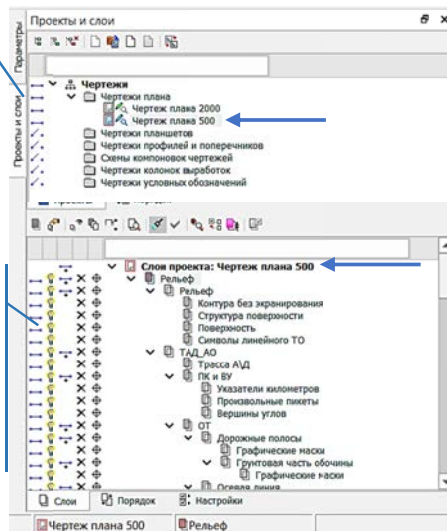
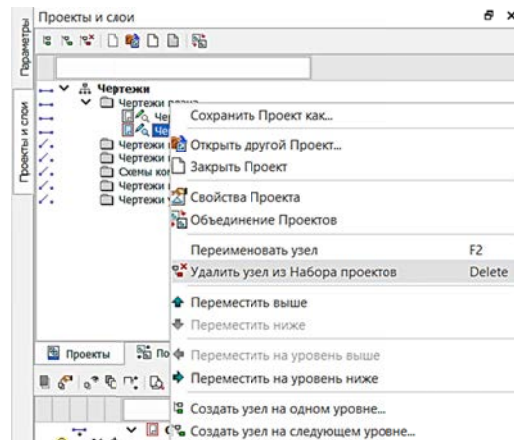

Рис. 6.17. Управление видимостью отдельных служебных проектов и слоев в них
Рис. 6.16. Контекстное меню при работе со служебными проектами **Чертежи плана**
13. При работе в **Чертежной модели служебные проекты** по созданным чертежам плана могут быть удалены пользователем, используя **контекстное меню** (рис. 6.16), а также может быть настроено отображение видимости как целого проекта, так и отдельных его слоев (рис. 6.17).